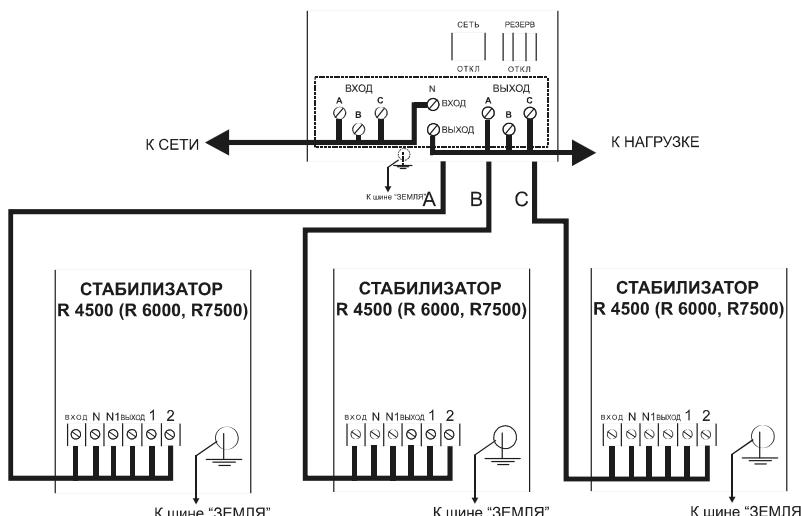

Рис. 3. Схема подключения стабилизатора
7. Произвести подключение изделия в соответствии с рис. 3, руководствуясь маркировками на кабелях, выходящих из блока коммутации.